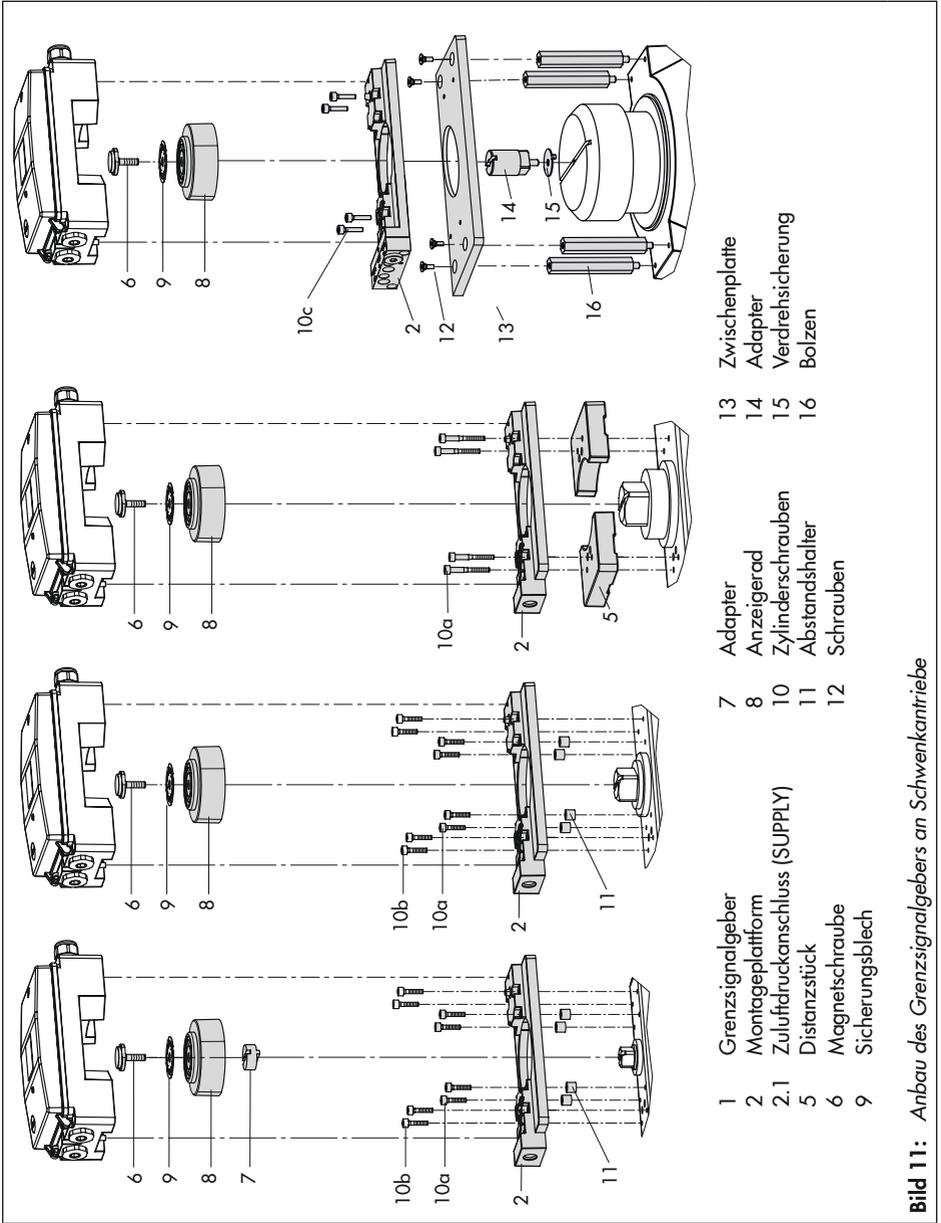

Bild 11: Anbau des Grenzsinalgebers an Schwenkantriebe
Der Anbau unterscheidet sich je nach Wellenhöhe des Schwenkantriebs, an den der Grenzsignalgeber angebaut werden soll (Bild 11).
5. Magnetschraube (6) an der Antriebswelle verschrauben.
6. Zwei Laschen des Sicherungsbleches (9) gegen die Schlüssel­fläche der Magnetschraube (6) biegen.
7. Grenzsinalgeber wie in Bild 11 dargestellt auf die Montageplattform (2) setzen und mit den zwei am Grenzsinalgeber angebrachten Schrauben befestigen.